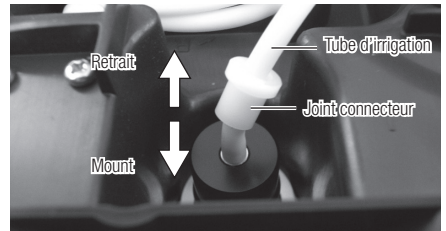
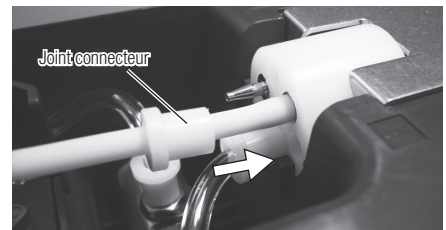

Fig. 35
Fig. 39
- 3) Enlevez le tube d'irrigation du boîtier de contrôle (Côté de la bouteille et côté du panneau avant) (Fig. 35,36).
- 8) Pour monter le tube d'irrigation, réalisez la procédure de démontage dans le sens contraire (Fig. 35). Le joint du connecteur doit être bien placé sur le boîtier de contrôle, jusqu'à ce qu'il s'arrête (Fig.39).